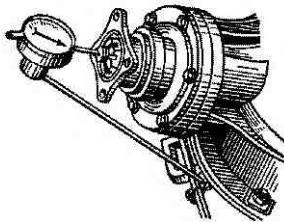

Рис. 45. Определение осевого люфта в подшипниках вала ведущей шестерни главной передачи индикатором
1. Проверить осевой люфт ведущей шестерни с помощью индикаторного приспособления (рис. 45), перемещая вал ведущей шестерни из одного крайнего положения в другое, а при отсутствии приспособления — покачиванием фланца рукоятки. Если осевой люфт более 0,03 мм, отрегулировать подшипники вала ведущей шестерни.